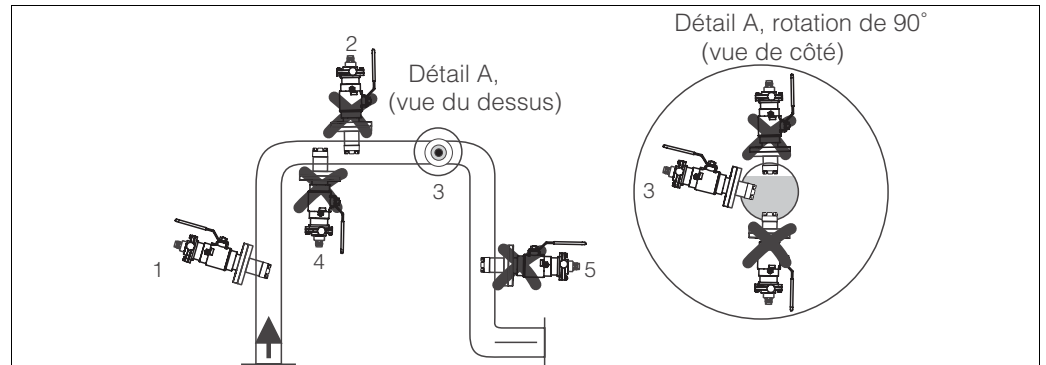

Fig. 7 : Positions de montage adaptées et inadaptées
- N'installez pas la sonde là où il y a un risque de formation de bulles d'air ou de mousse (→ fig. 7).